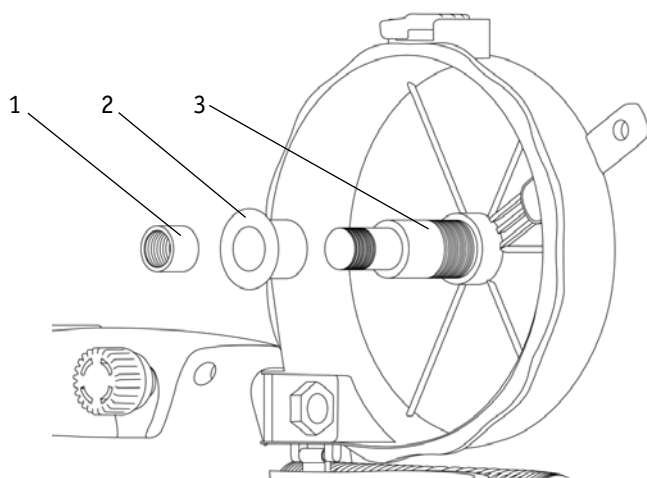

Рис. 7.3. Подготовка к установке катушки с проволокой.
2. Открутите гайку и извлеките центрирующую втулку и уплотнительную втулку (См. рис. 7.3).